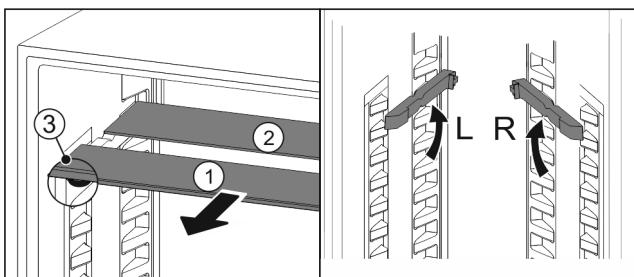

Fig. 85
- Skleněné desky jednotlivě vytáhněte dopředu Fig. 85 (1).
- Skleněná deska Fig. 85 (1) s ozdobnou lištou leží vpředu.
- Zarážky Fig. 85 (3) směřují dolů.